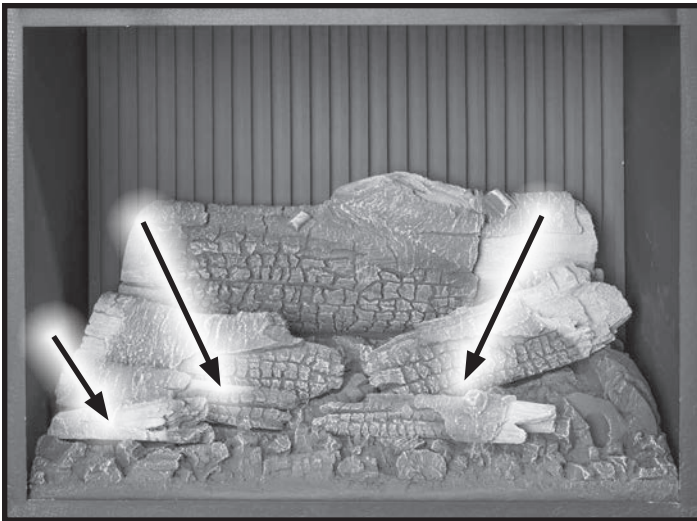

Figure 41. Bûches d'en avant
5. Installer les trois bûches d'avant comme illustré à la Figure 41. Remarque l'emplacement des encoches sur le dos de la consigne. Les dépressions dans le lit d'emberes et les bûches permettre que tous soit installé que d'une seule façon.